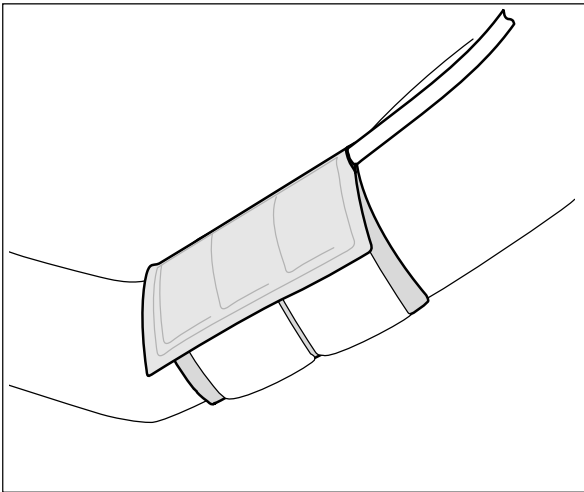

Fig. 4-1 Feste mansjetten
- slangene i mansjetten peker opp mot skulderen (Fig. 4-1)